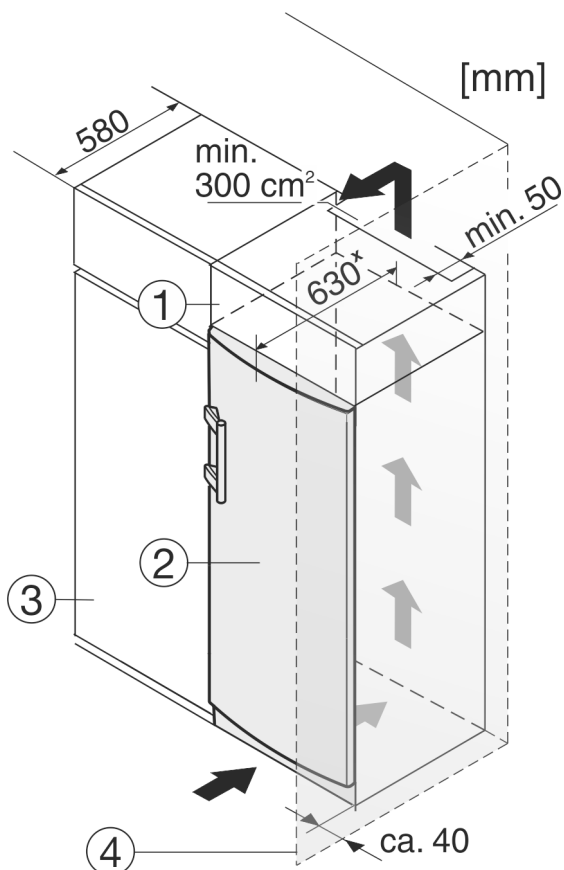

Fig. 12
- (1) Nadgradna omarica (3) Kuhinjska omara
(2) Naprava (4) Stena
Okoli naprave lahko vgradite kuhinjske omare. Za poravnavo naprave Fig. 12 (2) s kuhinjskimi elementi lahko nad napravo postavite ustrezno nadgradno omarico Fig. 12 (1).
Pri vgradnji aparata v kuhinjske omare (globina maks. 580 mm) lahko aparat postavite neposredno ob kuhinjsko omaro Fig. 12 (3). Aparat je ob strani postavljen 34 mm * in na sredini aparata 50 mm * od čelne stranice kuhinjske omare.
Če aparat postavite s tečaji ob steni Fig. 12 (4), mora razdalja med aparatom in steno znašati vsaj 40 mm. To ustreza velikosti ročaja pri odprtih vratih.